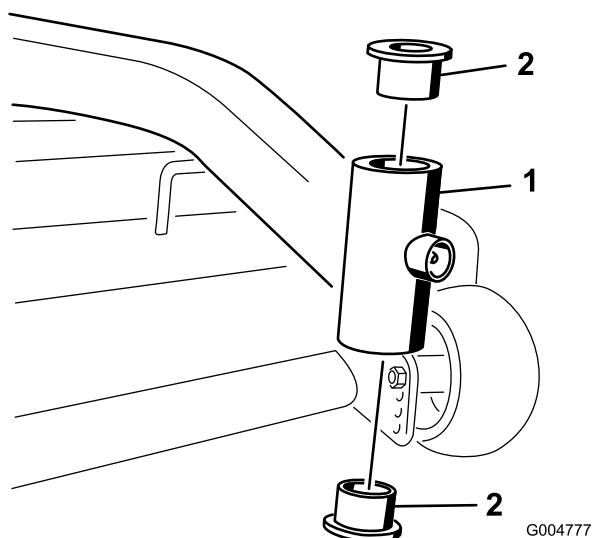

Figure 44
4. Insérez un chasse-goupille dans le tube de montage et chassez les bagues avec précaution (Figure 44). Nettoyez l'intérieur du tube de montage.